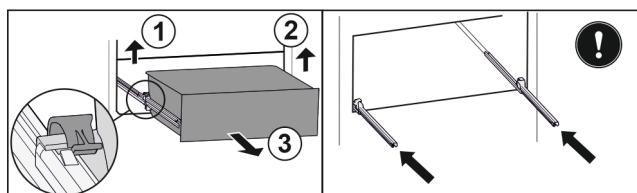

Fig. 147
- Linke Klemme anheben und gleichzeitig Schubfach links nach vorne ziehen. Fig. 147 (1)
- Rechte Klemme anheben und gleichzeitig Schubfach rechts nach vorne ziehen. Fig. 147 (2)
- Schubfach nach vorne entnehmen. Fig. 147 (3)